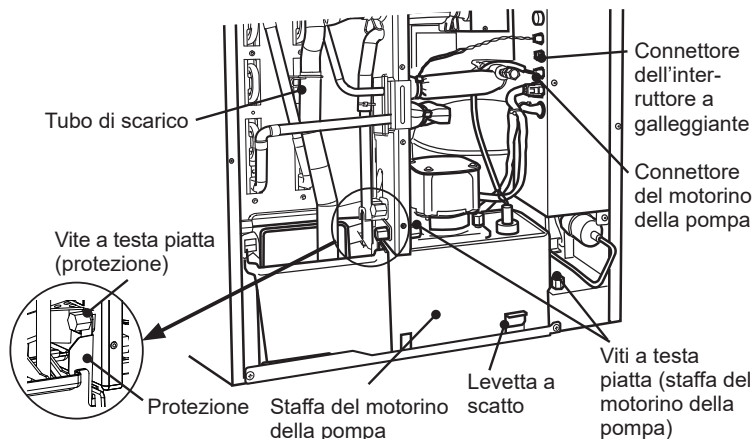

Fig. 3
2) Allentare le due viti a testa piatta che fissano la staffa del motorino della pompa. Allentare la vite a testa piatta e rimuovere la protezione. Vedere Fig. 3.
Assicurarsi di far passare il tubo di scarico dietro il tubo in rame e collegarlo saldamente. Vedere Fig. 3. Diversamente, il tubo di scarico potrebbe rimanere impigliato nell'isolamento anteriore, con conseguenti risultati inadeguati.